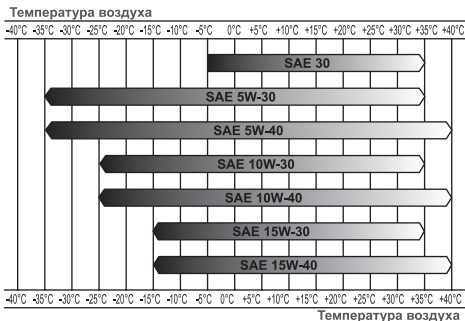

Рис. 11 Определение вязкости масла
*Нельзя применять масло для двухтактных двигателей. Рекомендуется применять моторное масло для четырехтактного бензинового двигателя категории SJ и выше по системе классификации API. Вязкость масла по классификации SAE выбирается в зависимости от температуры окружающего воздуха, при которой будет работать двигатель. При выборе вязкости масла пользуйтесь таблицей, показанной на Рис. 11.*